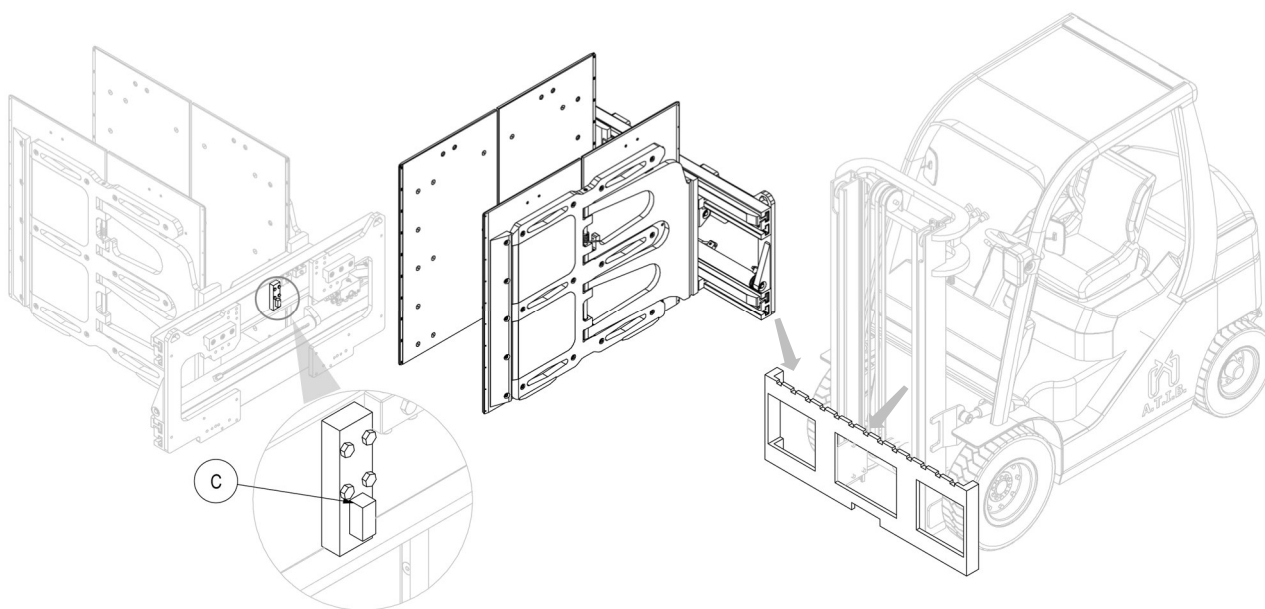

Figura 3
6. A continuación, enganchar el equipo con un puente grúa o un polipasto de capacidad suficiente y colocarlo en la placa portahorquillas, teniendo cuidado de encajar el diente de centrado C en la muesca central de la misma (ver *Figura 3*) y asegurarse de moverlo de manera adecuada y segura.